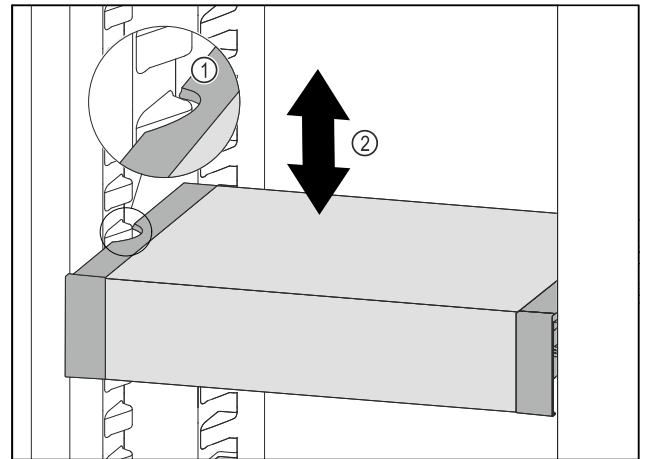

Fig. 113
- ▶ Тяните VarioSafe вперед, пока боковые выемки VarioSafe не окажутся на высоте выступа резервуара в холодильном отделении. Fig. 113 (1)
- ▶ Двигайте VarioSafe в холодильном отделении вверх или вниз, пока не будет достигнута требуемая высота. Fig. 113 (2)